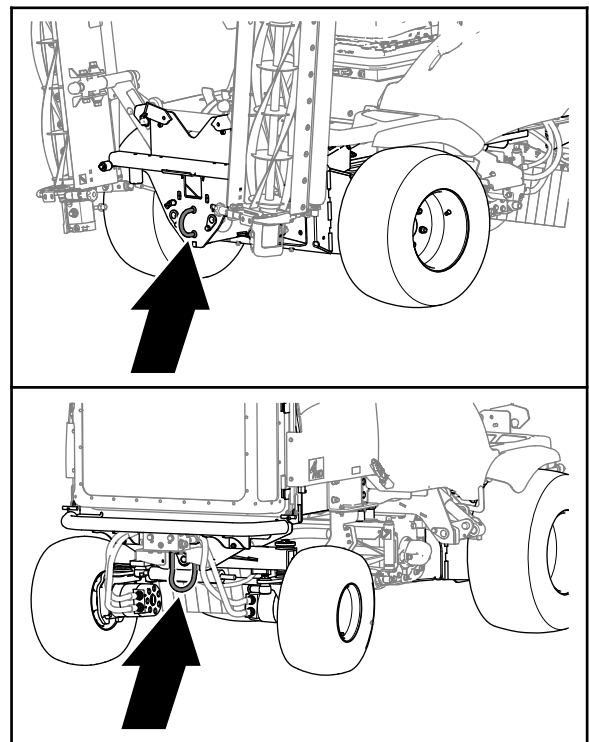

Figura 34
5. Collegate una barra di traino **rigida** all'anello di traino sulla parte anteriore della macchina e al veicolo di traino (Figura 34).